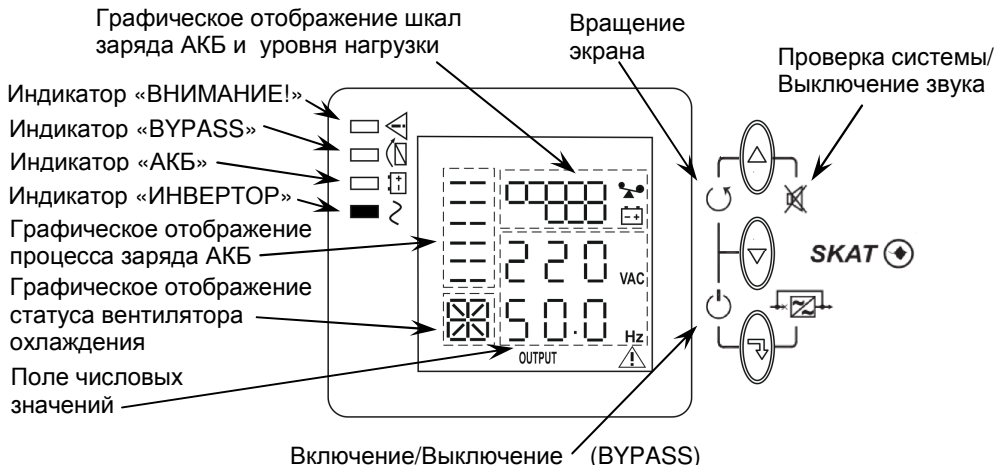

Рисунок 1. Передняя панель источника при монтаже в горизонтальном положении (на ЖК-дисплее отображены выходные параметры источника (экран OUTPUT))
**На передней панели источника** расположены органы индикации и управления (см. рисунок 1, стр. 7).
ЖК-дисплей во всех режимах работы имеет один основной (экран OUTPUT, см. рисунок 1) и несколько дополнительных экранов-страниц (см. Приложение 1), на которых отображаются значения параметров источника. Смена (перелистывание) экранов ЖК-дисплея осуществляется с помощью кнопок передней панели (см. п.4 и п.5 таблицы 3).